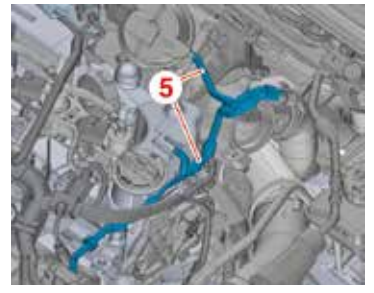

Fig.38
- Scollegare i manicotti (5) (Fig.38).